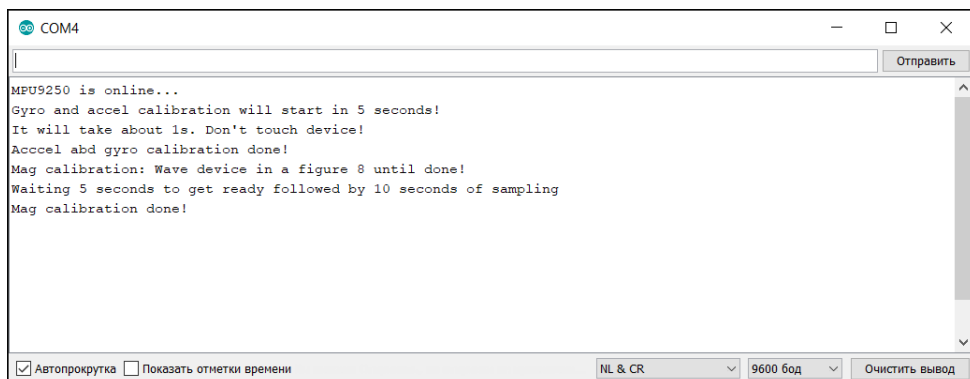

Рис. 3.6
5. Далее запустится калибровка компаса. В мониторе появится сообщение «Mag calibration: Wave device in a figure 8 until done! Waiting 5 seconds to get ready followed by 10 seconds of sampling». При появлении данного сообщения возьмите в руки модуль и двигайте его так, чтобы он описывал в пространстве воображаемую цифру 8. Двигать его надо в течение 10 секунд до появления сообщения «Mag calibration done!» (Рис. 3.6);